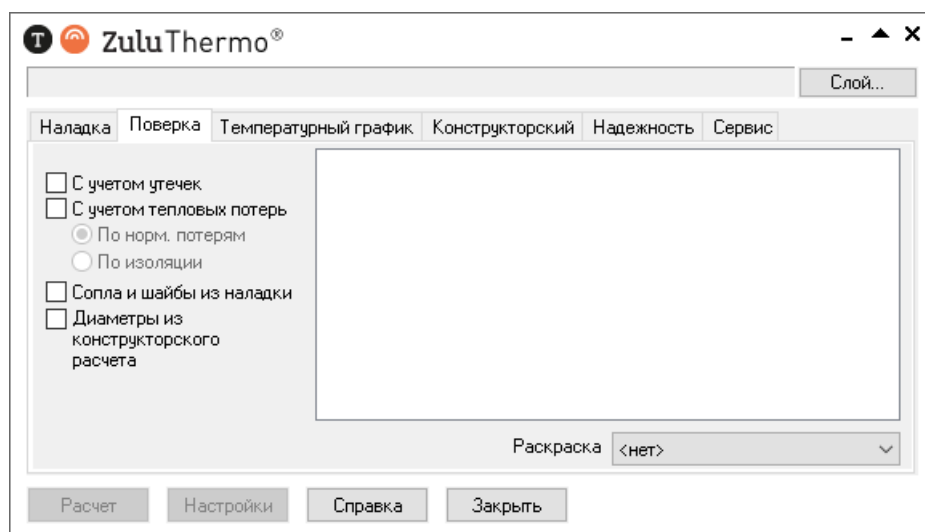

Рисунок 19.6. Окно теплогидравлических расчетов ZuluThermo
1. Выберите команду главного меню Задачи|ZuluThermo или нажмите кнопку  панели инструментов. На экране появится окно теплогидравлических расчетов (Рисунок 19.6, «Окно теплогидравлических расчетов ZuluThermo»).